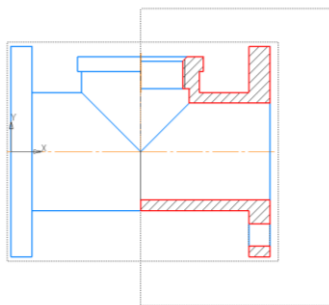

Рис. 25 Результат команды «Штриховка»
- **Черчение – Геометрия – Штриховка.** Используя команду «Штриховка» достроить главное изображение (рис. 25).